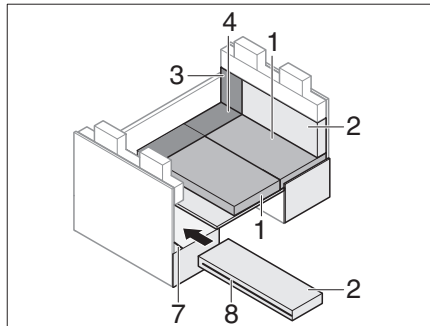

Fig. 210 Pendant la transformation
- Ouvrir la fermeture éclair (Fig. 210,8) du coussin de dossier.
- Glisser la fente du coussin de dossier sur la traverse ISOFIX (Fig. 210,7).